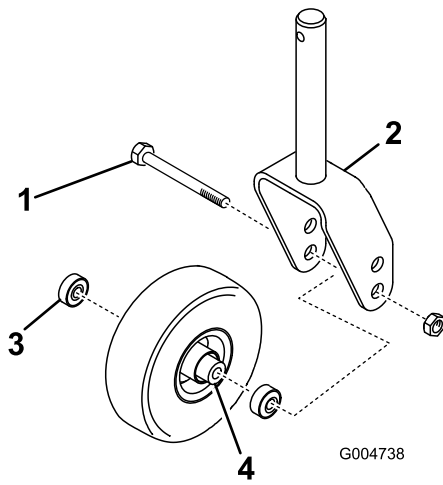
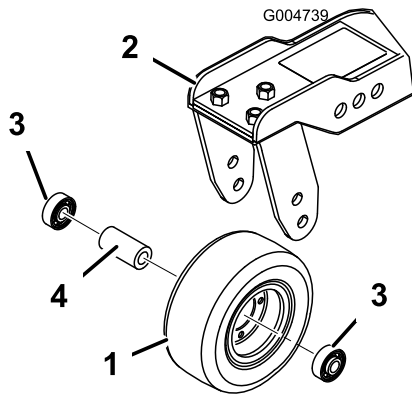

Figura 85
Figura 86
- Togliete il dado di bloccaggio dal bullone che fissa il gruppo ruota orientabile alla forcella (Figura 85) o al braccio di rotazione (Figura 86).
- Togliete il cuscinetto dal mozzo della ruota e lasciate cadere il distanziale del cuscinetto (Figura 85 e Figura 86).